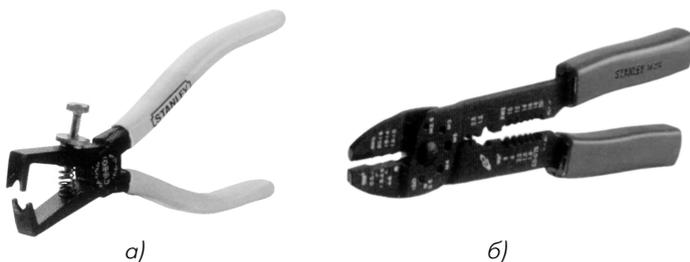

Рис. 1.7. Кусачки для зачистки проводов (а) и электропассатижи (б)
- кусачки (плоскогубцы) для зачистки (снятия изоляции) проводов или электропассатижи (рис. 1.7);